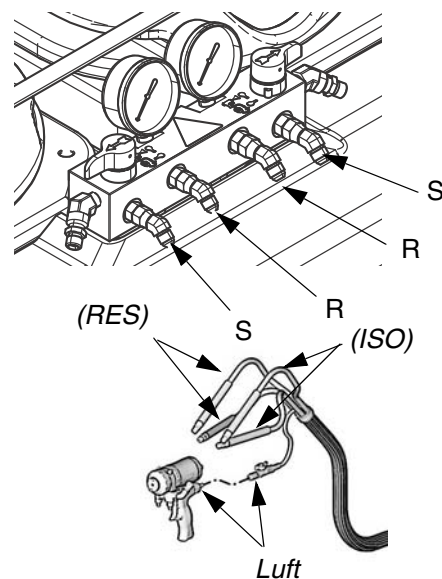

FIG. 5
1. Anslut vätsketillförselslangar till utloppsslanganslutningarna (R, FIG. 5). Röda slangar för ISO, blåa för RES. Kopplingar är dimensionerade för att förhindra anslutningsfel. Anslut andra änden på slangarna till pistolens ISO-och RES-ingångar.
2. Anslut återcirkulationsslangar från pistolens återcirkulationsportar till anslutningar (S).